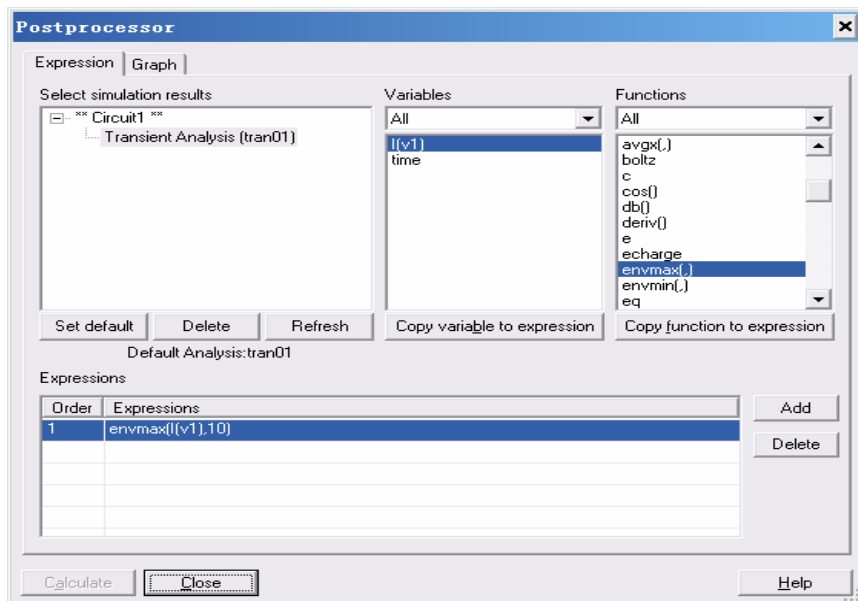

图 8-16 “Postprocessor”对话框
1) 选择“Simulate”→“Postprocessor”命令，或按按钮，即可开启“后处理器”对话框，如图 8-16 所示。